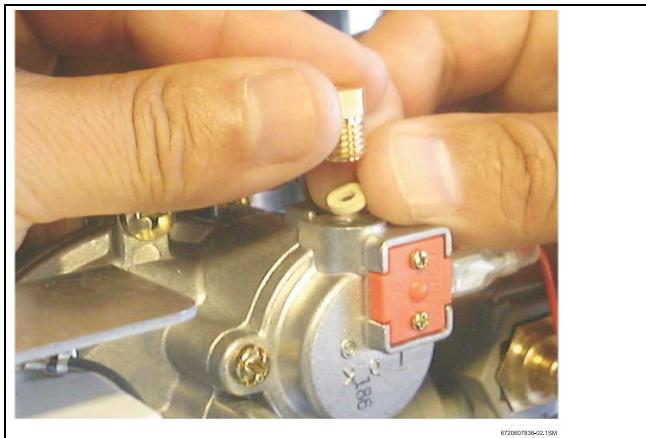

Fig. 2
- ▶ Sostituire l'injectore pilota cambiando la guarnizione (Fig. 2).